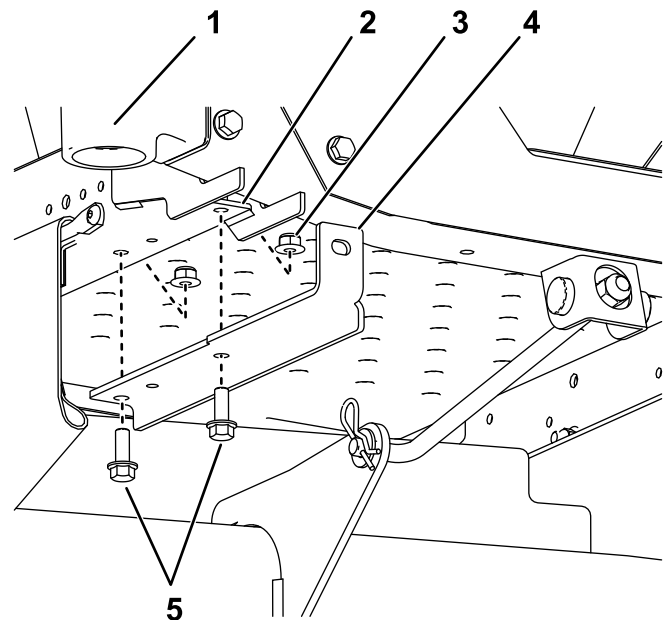

Bild 2
- Montieren Sie die Ballasthalterungen an der Unterseite des Rahmens mit zwei Schrauben (3/8" x 1") und zwei Kontermuttern (3/8"), wie in **Bild 2** dargestellt.